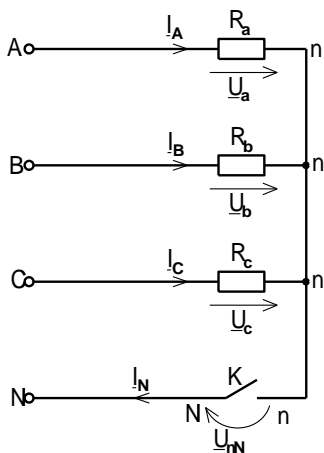

Рис. 10.
**Задача 11.** Для трёхфазной электрической цепи, представленной на рис. 10, необходимо: